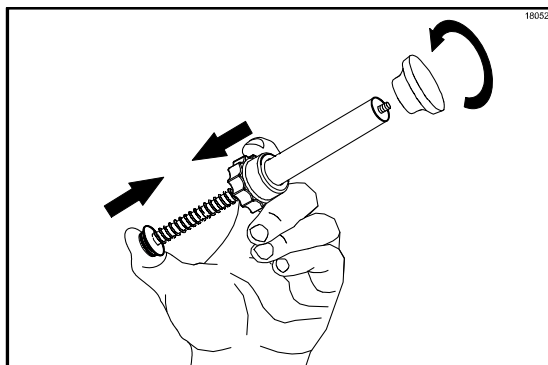

Figura 73
4. Para retirar o manípulo, comprima a mola prendendo a porca e pressionando a extremidade do êmbolo. Gire o manípulo no sentido anti-horário. (Veja a Figura 73.)